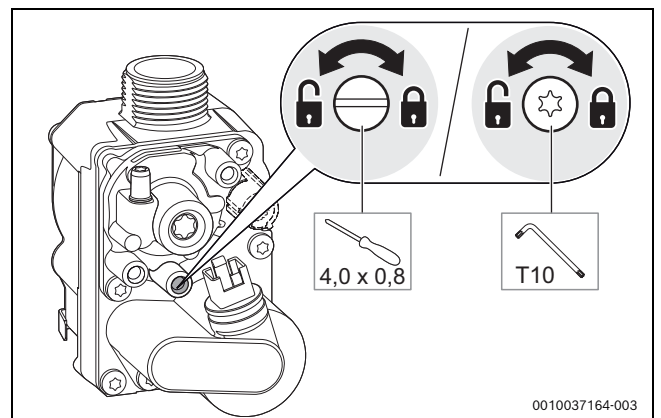

Рис. 90 Измерение подаваемого давления газа
- ▶ Отверните на 2 оборота штуцер для измерения подаваемого давления газа (→ рис. 90).